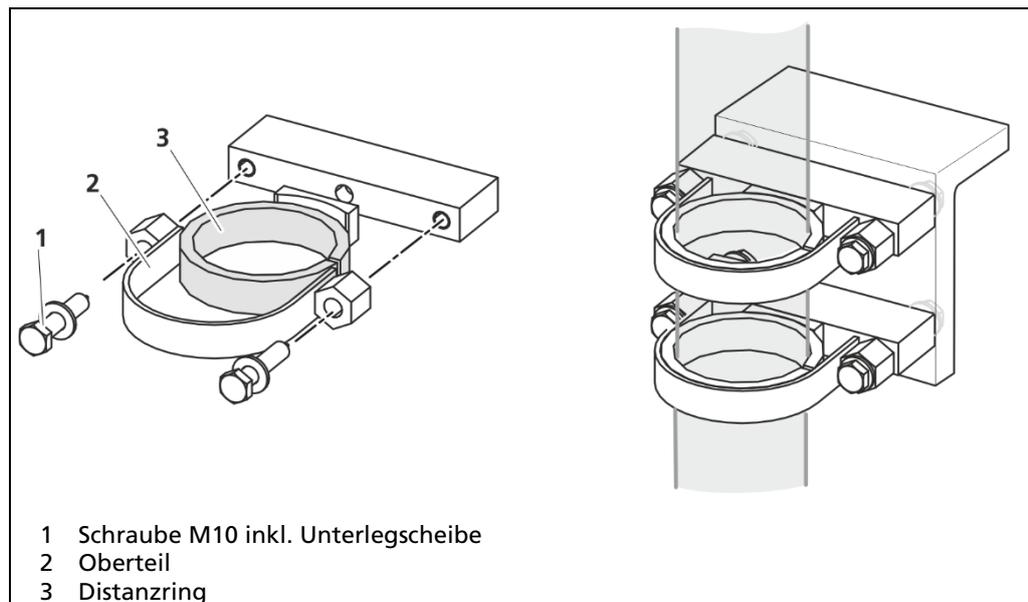

Abb. 7 Bügelschelle und Detektorhalterung Edelstahl
1. Lösen Sie die beiden Schrauben (Abb. 7, Pos.1) an den Seiten der Befestigungsschelle.
2. Nehmen Sie das Oberteil (Abb. 7, Pos.2) der Befestigungsschelle ab.
3. Entnehmen Sie ggf. den Distanzring (Abb. 7, Pos.3), wenn ein Detektor mit Wasserkühlung montiert werden soll.
5. Montieren Sie das Oberteil wieder und ziehen Sie die Schrauben (Abb. 7, Pos.1) wieder so fest an, dass der Detektor nicht verrutschen kann.